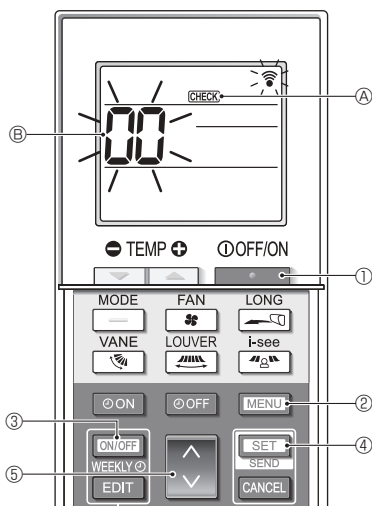

Fig. 7-6
■ Selvkontrol (Fig. 7-6)
- Tryk på [TÆND/SLUK]-knappen ① for at stoppe klimaanlægget.
- Hvis ugetimeren er aktiveret (WEEKLY er slået til), skal du trykke på [ON/OFF WEEKLY] -knappen ③ for at deaktivere den (WEEKLY er slået fra).
- Tryk på [MENU]-knappen ② i 5 sekunder.
- Tryk på [DOWN]-knappen ⑤ for at vælge køleadressen (M-NET-adresse) ⑥ for den indendørs enhed, som du vil udføre selvkontrol for.
- Tryk på [SET]-knappen ④.
- Tryk på [TÆND/SLUK]-knappen ①.
- CHECK tændes, og køleadressen (M-NET-adresse) ⑥ slukkes, og selvkontrollen er udført.